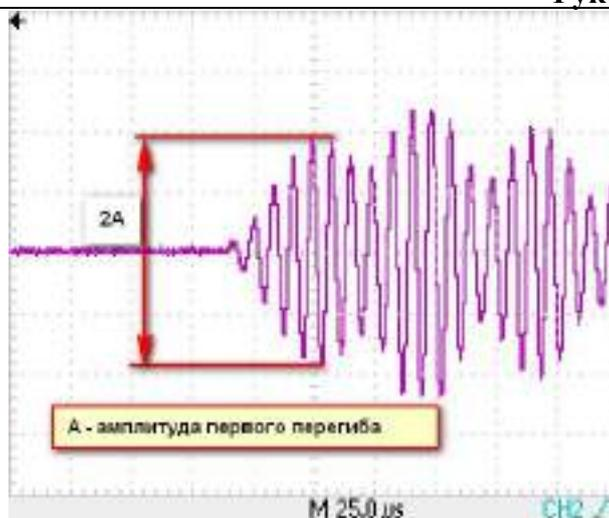

Рисунок 1.6 – Сигнал с выхода предварительного усилителя
1.2.5.2 Система АРУ обеспечивает поддержание на заданном уровне с заданным допустимым отклонением амплитуды первого перегиба информационного сигнала на выходе предварительного усилителя (Рисунок 1.6).